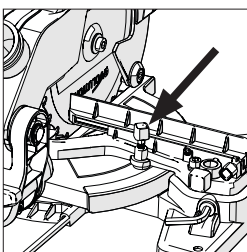

Fig. 18
- Lossa geringslåskskruven (**Fig. 18**) genom att vrida den moturs.